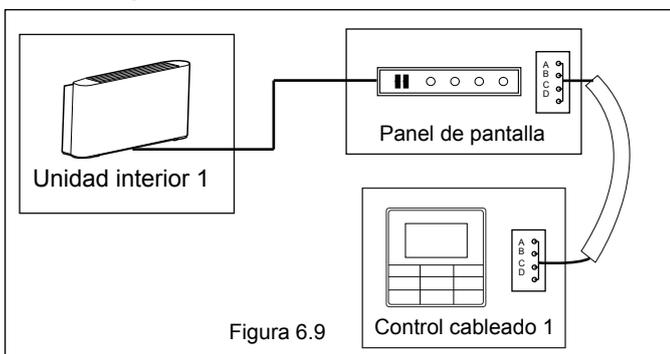

Figura 6.9
- ♦ Use 1 control con cable para controlar 1 unidad interior (vea la Figura 6.9).